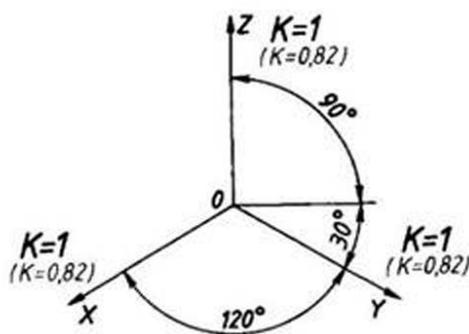

Рис. 5.3. Положение осей и коэффициенты искажения изометрической проекции
Коэффициенты искажения (K) по осям изометрической проекции одинаковы и равны 0,82, однако для удобства построения используют так называемые практические коэффициенты искажения, которые равны единице (рисунок 5.3).